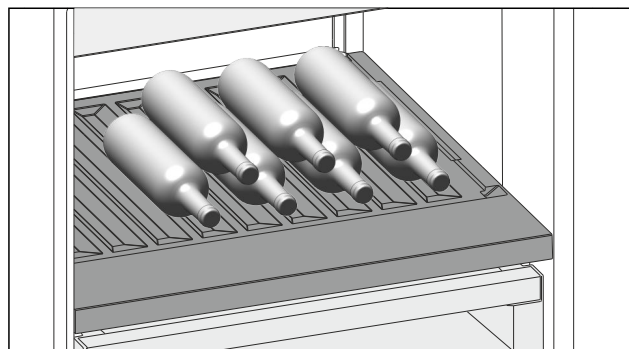

Fig. 167 Ilustrační zobrazení
- ▶ Láhve ukládejte dnem dozadu k zadní stěně. (viz Fig. 167)